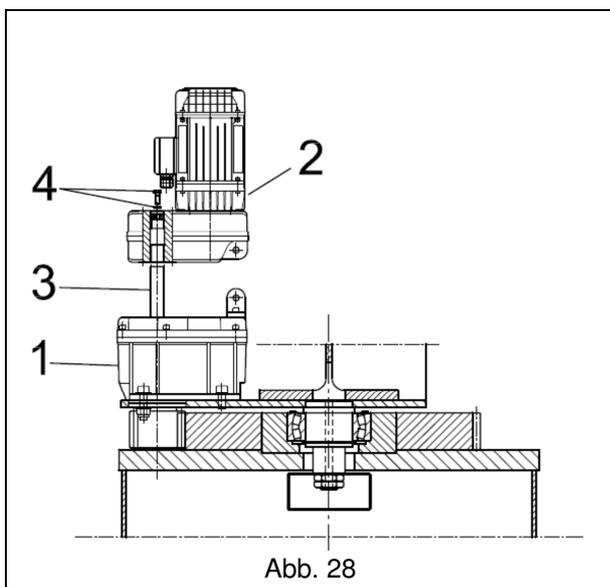

Abb. 28
3. Den Schwenk-Getriebemotor **2** montieren, indem man ihn in die Zahnwelle **3** (nach Reinigung und Schmierung) des Untersetzungsgetriebes **1** einsetzt und mit Schraube und Federscheibe **4** blockiert. (Abb. 28)